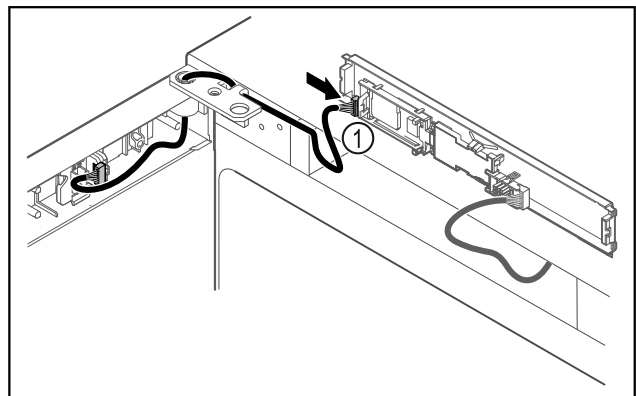

Fig. 44
- Zapojte zástrčku Fig. 44 (1) na dosku plošných spojov.